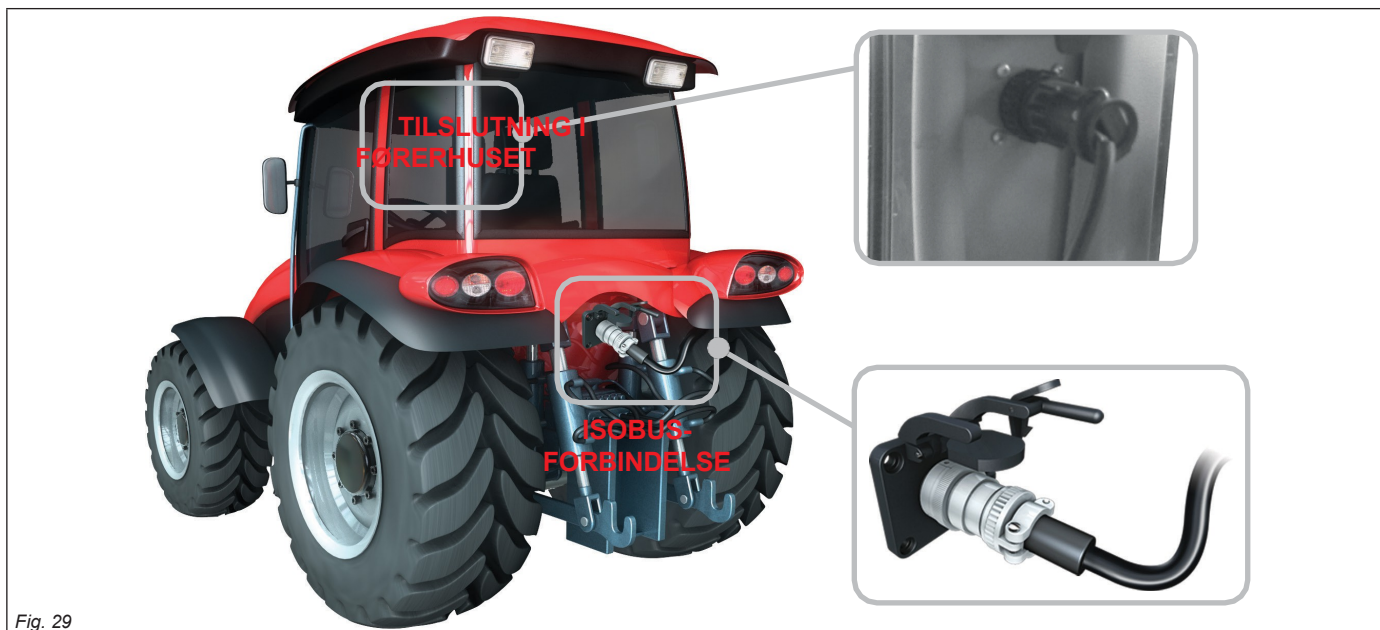

Fig. 29
**Tilslutning:** Monter stikkene (**tilslutning i førerhuset** på fig. 29), sørg for, at de sidder korrekt, og drej ringmøtrikken med uret, indtil den blokerer dem.
Tilslutninger: fastgør stikkene (**ISOBUS-tilslutning** i fig. 29); sørg for, at de er korrekt monteret, og skub, indtil de låses.